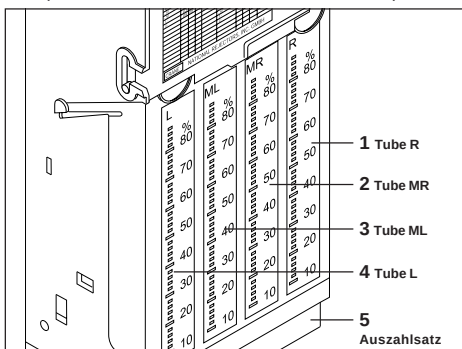

Abb. 3: Auszahleinheit
Die Auszahleinheit umfasst vier Wechselgeldtuben **1–4** mit unterschiedlichen Durchmessern zum Sammeln bis zu vier verschiedener Münzsorten, die dem Kunden als Wechselgeld ausgegeben werden können (s. Abb. 3). Welche Tube welche Münzsorte aufnehmen soll, ist abhängig vom Münzdurchmesser werkseitig kundenspezifisch programmiert. Die Speicherkapazität an Tubenmünzen ist abhängig von der Dicke der Münzsorte (Richtwert: ca. 61 Stück 0,50-Euro-Münzen pro Tube).
Das Auszahlen des Wechselgelds erfolgt mit Hilfe zweier unten im Auszahlsatz **5** installierter Motoren, deren Drehen eine Münze ausgibt. Dabei ist der linke Motor für die Tuben „links (L)“ **4** und „Mitte links (ML)“ **3** und der rechte Motor für die Tuben „rechts (R)“ **1** und „Mitte rechts (MR)“ **2** zuständig. (S. Abb. 3)